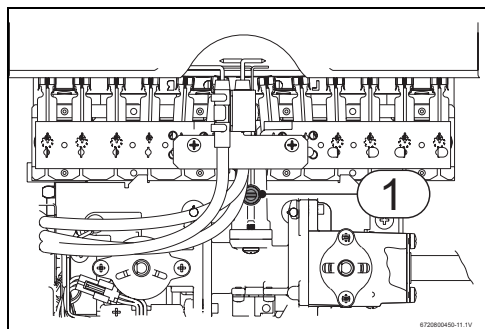

Рис. 10 Точки измерения давления
- ▶ Ослабить запорный винт (→ Рис. 10 , [1]).
- ▶ Подключить манометр в точке измерения давления на форсунке (→ Рис. 10 , [1]).